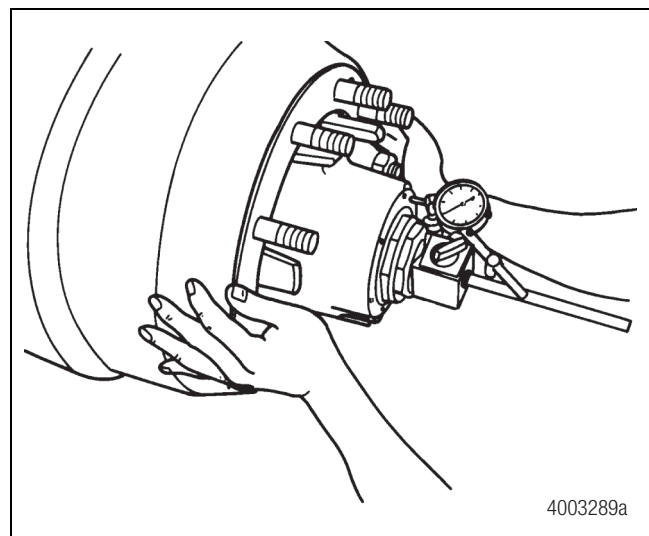

Figura 10.8
- B. Gire ligeramente el extremo de rueda en ambas direcciones mientras empuja hacia dentro hasta que el indicador de cuadrante no cambie. Coloque el indicador de cuadrante en CERO. Figura 10.8.